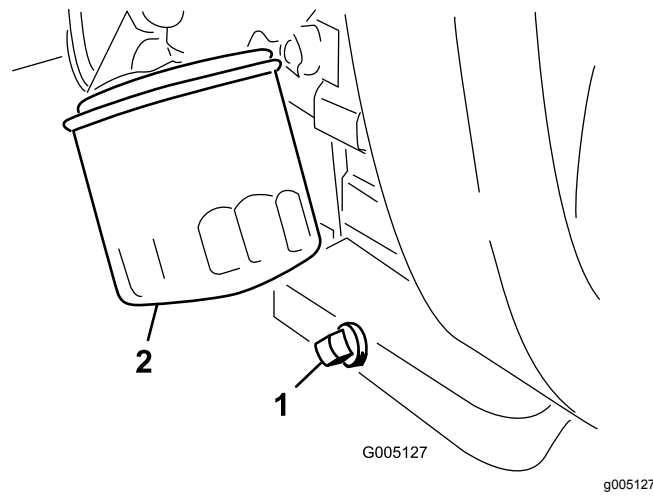

Figura 47
- Togliete il tappo di spurgo (Figura 47) e lasciate defluire l'olio in una bacinella. Quando l'olio cessa di defluire, rimontate il tappo.
- Togliete il filtro dell'olio (Figura 47). Spalmate un leggero strato di olio pulito sulla nuova guarnizione del filtro.